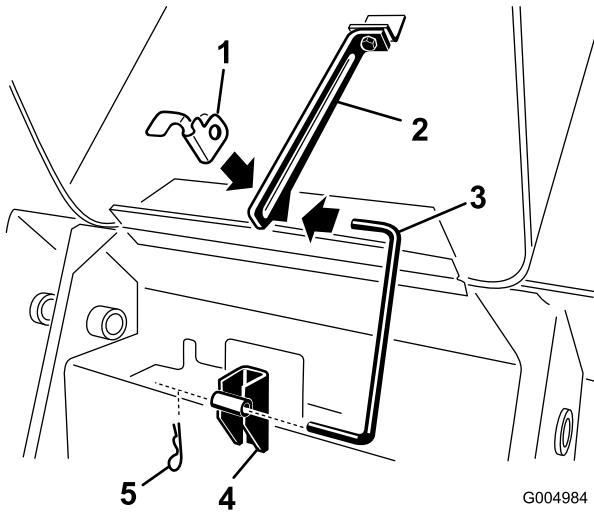

Figure 41
3. Sortez la goupille fendue du bas de la bâquille de capot et sortez la bâquille des supports de retenue et de la languette (Figure 41).
7. Placez la bâquille dans les supports de retenue et la languette, et fixez-la en place avec la goupille fendue (Figure 41).